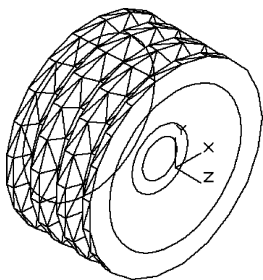

图 12-27 带轮的中间图
(1) 设置新的坐标系, 在命令行中输入“UCS”命令, 使坐标系统 X 轴旋转 90°。
(2) 单击“默认”选项卡“绘图”面板中的“圆”按钮, 绘制一个圆心在 origin, 半径为 190 的圆。
(3) 单击“默认”选项卡“绘图”面板中的“圆”按钮, 绘制圆心在 (0,0,-250), 半径为 190 的圆。
(4) 单击“默认”选项卡“绘图”面板中的“圆”按钮, 绘制圆心在 (0,0,-45), 半径为 50 的圆。
(5) 单击“默认”选项卡“绘图”面板中的“圆”按钮, 绘制圆心在 (0,0,-45), 半径为 80 的圆, 如图 12-27 所示。